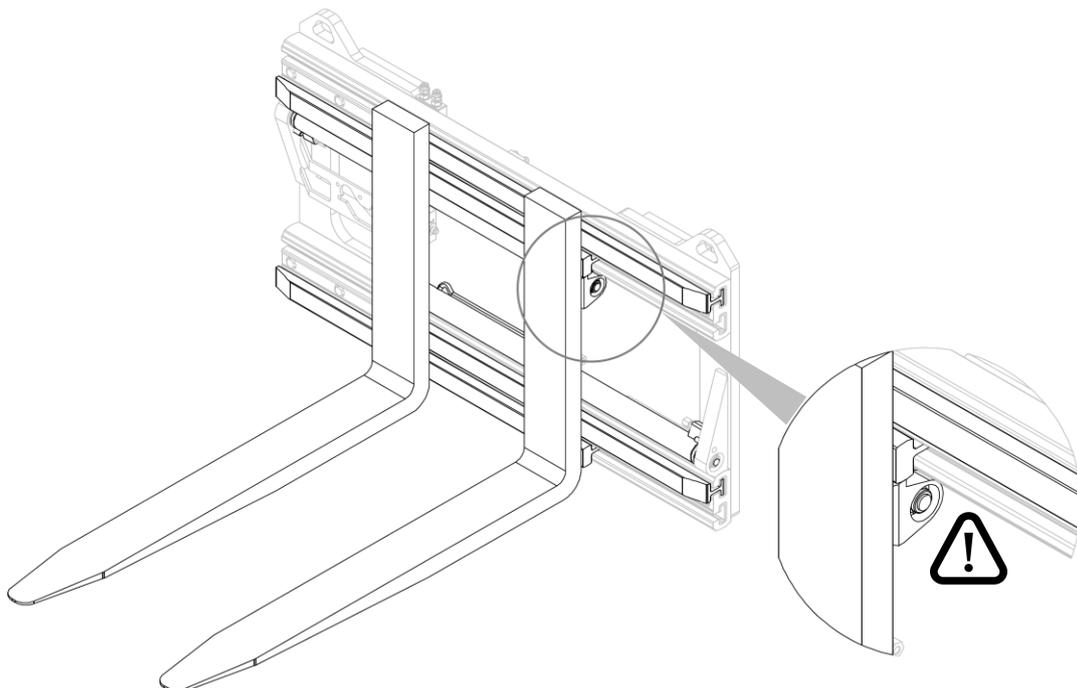

Abbildung 14
3. Stellen Sie sicher, dass die Gabelzinken richtig befestigt sind (siehe *Abbildung 14*).